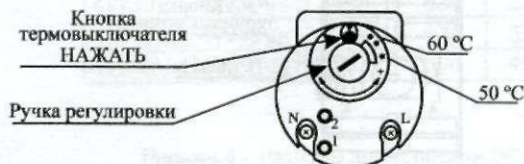

Рисунок 1 - Лицевая панель терморегулятора со встроенным термовыключателем без самовозврата для моделей 4W20Vs, 4W30Vs, 4W40Vs, 4W50Vs.
- в ЭВН моделей 4W20Vs, 4W30Vs, 4W40Vs, 4W50Vs отключить ЭВН от электросети, снять защитную пластмассовую крышку и повернуть ручку регулировки (поворотом против часовой стрелки температуру увеличивают, по часовой стрелке - уменьшают, см. рисунок 1);